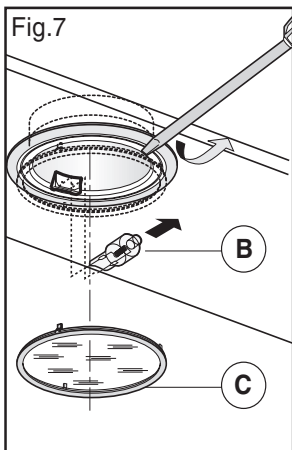

Fig.8
• **Mandos slider (Fig.8)** le symbole sont le suivant: